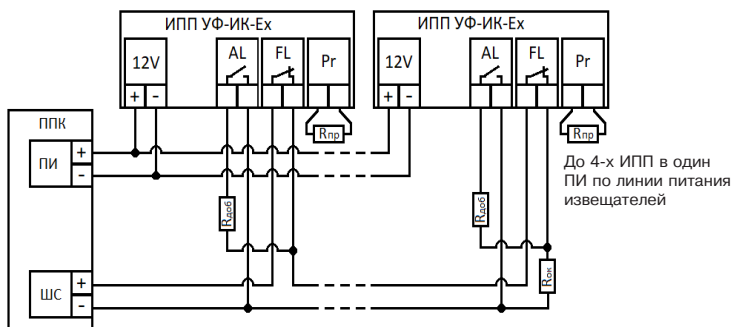

Рисунок 59
2.5.18.4 Осуществите электрическое подключение шлейфов ППК к колодкам ИПП-ИК-УФ-Ех (рисунок 59). Задайте необходимый уровень чувствительности, установив сопротивление в контакты Pr (таблица 47).